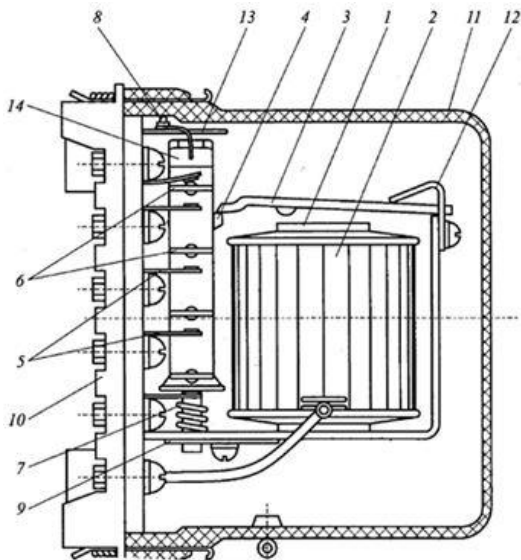

Рис. 2. Промежуточное реле.
2. Назовите элемент 1, изображённый на рис. 2.
**8. Назовите элемент 7, изображённый на рис. 2.**